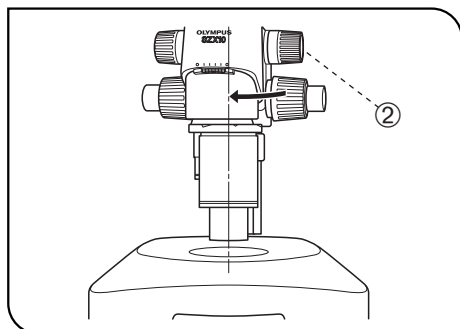

Fig. 31
2. Sæt mikroskopstativet tilbage til illuminationsstrålegangen ved at løsne fokuseringsmodulets låseskrue ②, drej mikroskopstativet forsigtigt i pilens retning, juster objektivet visuelt med illuminationsstrålegangen og spænd låseskruen ② igen (fig. 31).